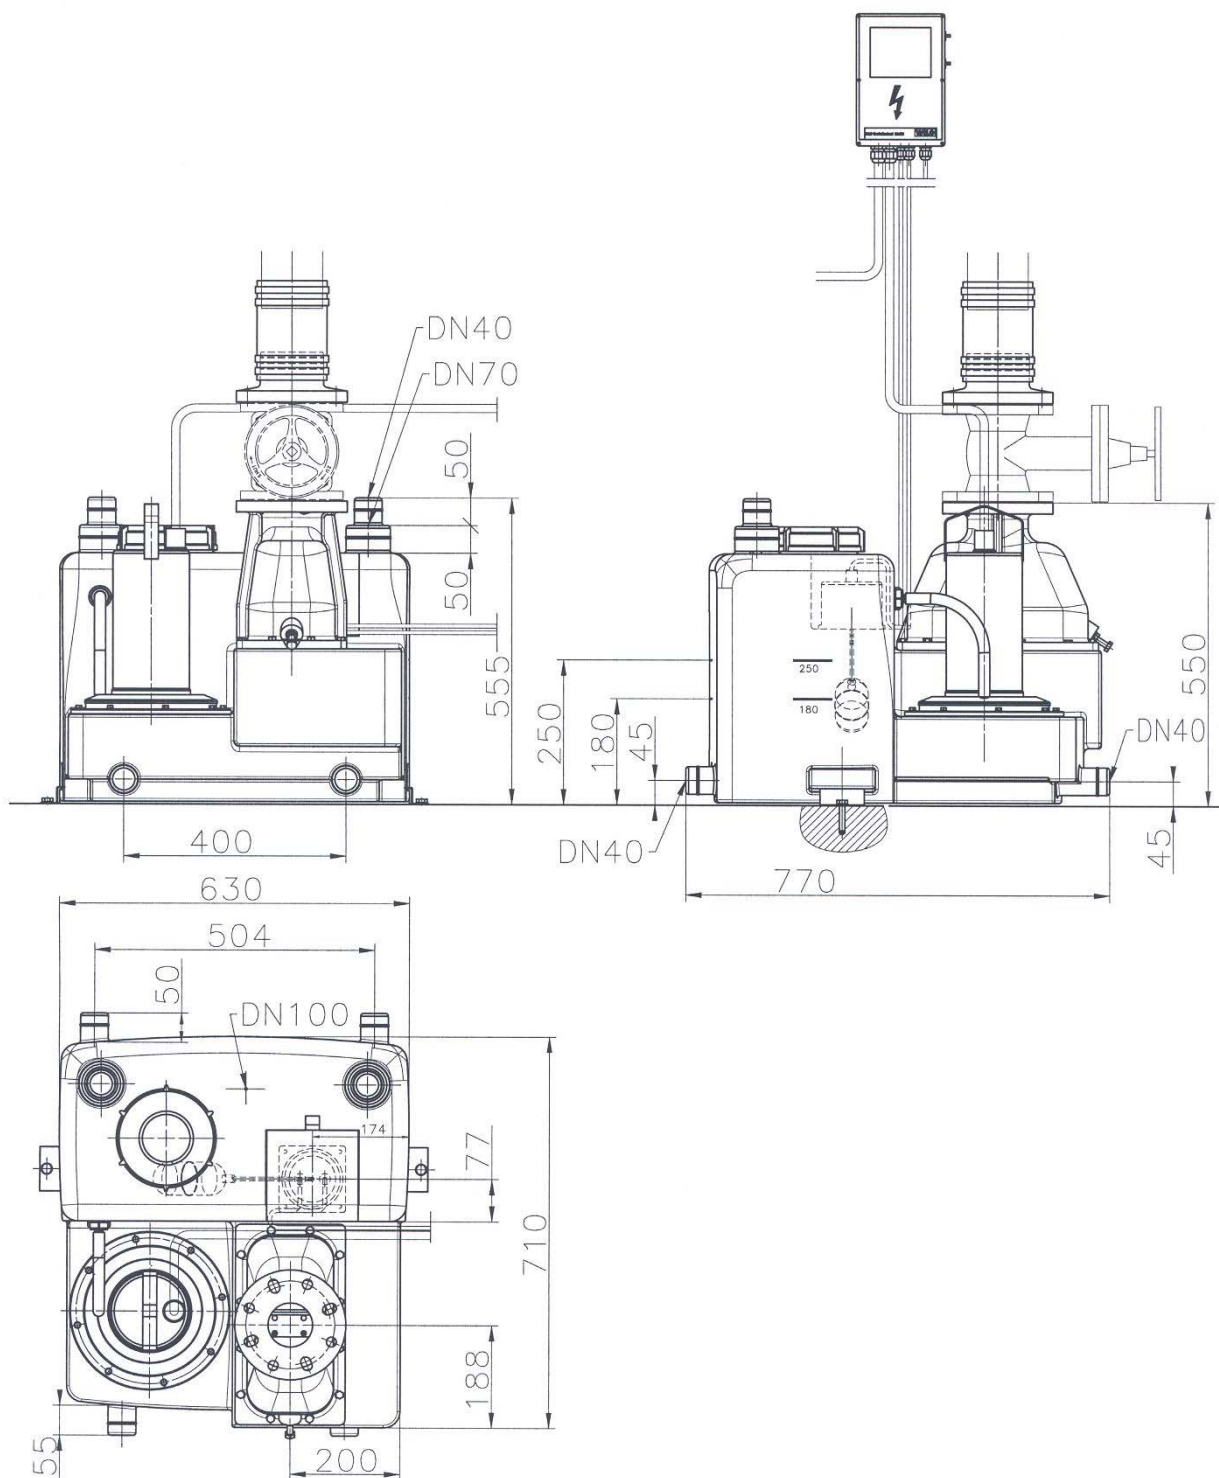

Bild 1
- Var noga med måttuppgifterna enligt installationsritningen (Bild 1 och 2).